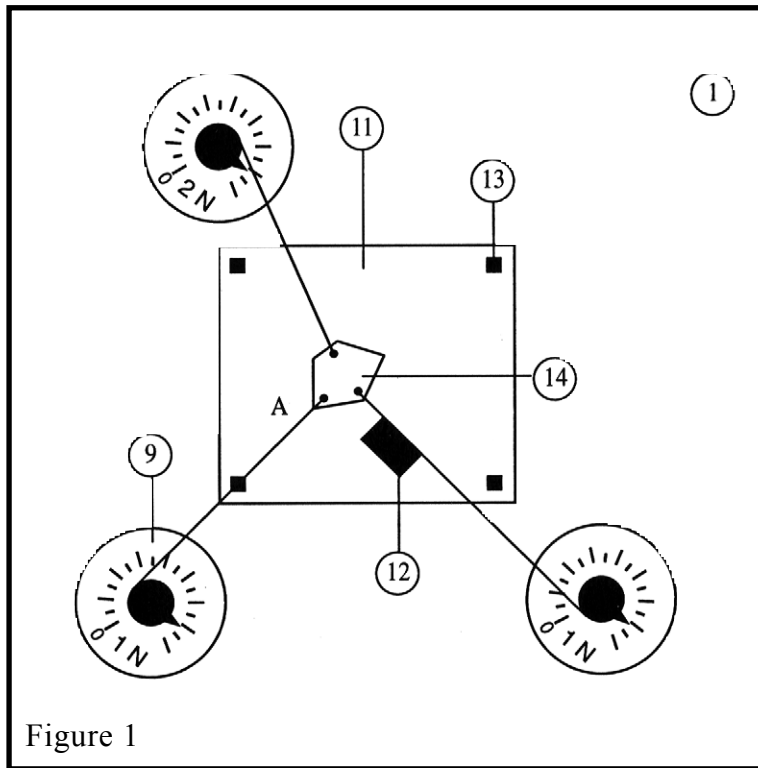

Figure 1
1) Je réalise le montage de la fig. 1 (les forces exercées peuvent être différentes de celle du schéma en intensité et direction : ne pas dépasser 1 N y compris quand on utilise le dynamomètre de calibre 2 N).